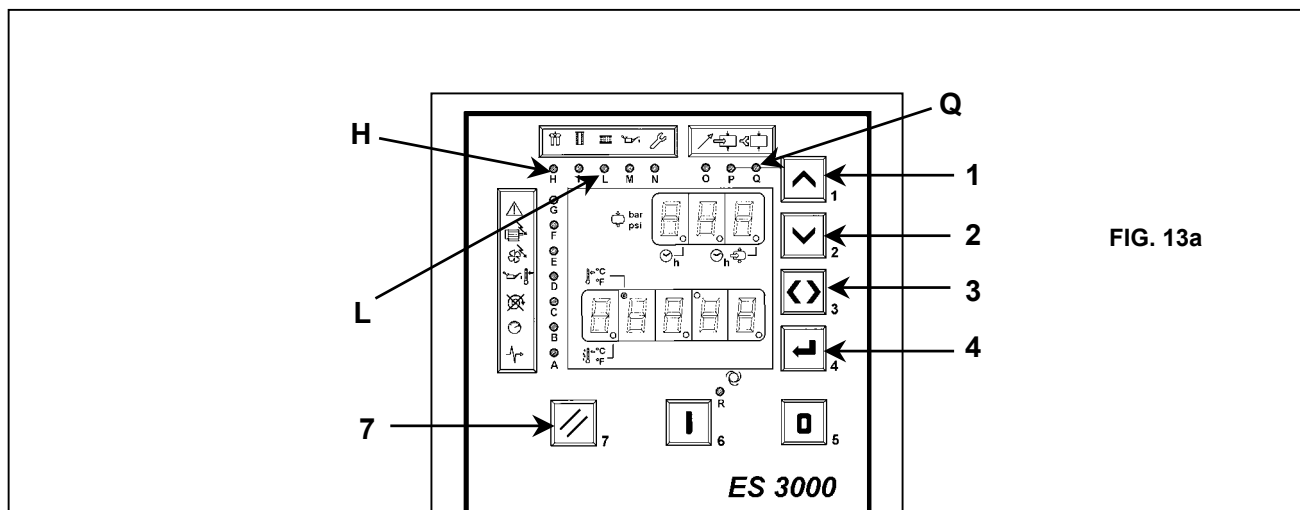

FIG. 13a
Para visualizar las horas totales de funcionamiento pulsar Ref. 3 Fig. 13a , Las horas de funcionamiento se indican en la pantalla inferior y a la izquierda de la pantalla superior se enciende un punto (led de confirmación).
Para visualizar las horas de funcionamiento en CARGA pulsar de nuevo Ref. 3 Fig. 13a y a la derecha de la pantalla superior se enciende un punto (led de confirmación).
- Pulsar el botón Ref. 3 Fig. 13a para salir a la pantalla de visualización inicial.
Si se quiere reajustar un contador (por ejemplo Ref. L filtro aire) una vez efectuado el mantenimiento correspondiente, proceder como sigue: (véase Fig. 13a)
- 1) Pulsando el pulsador Ref. 1 Fig. 13a se enciende el led Ref. Q (parpadea). La máquina empieza a funcionar en VACÍO MANUAL.
- 2) Volviendo a pulsar el botón Ref. 1 Fig. 13a la máquina vuelve al ciclo automático.
- Mantener pulsado el botón 4 Fig. 13a algunos segundos hasta que aparezca “**P0**” (presión de descarga) en la pantalla superior: al mismo tiempo en la pantalla inferior aparece el valor de la presión de descarga en bar (8 o 10 o bien 13 bar).
- Pulsando el botón Ref. 1 Fig. 13a, en la pantalla superior, aparecerán, de forma secuencial, todos los parámetros de la tarjeta (**P0, P1, r2, t3, t4, C5, C6, C7**) mientras que en la pantalla inferior aparecerán los valores fijados para cada uno de los parámetros. Para salir de la visualización pulsar el botón Ref. 3 hasta que el punto luminoso de la pantalla se ponga en el símbolo.
- Mantener pulsado el botón Ref. 4 fig. 13a algunos segundos hasta que aparezca el parámetro “**P0**” en la pantalla superior.
- Pulsar el botón Ref. 1 Fig. 13a hasta localizar el parámetro “**r2**” (temperatura máxima).
- Pulsar el botón Ref. 4 Fig. 13a: el valor de la temperatura que se indica en la pantalla inferior parpadea.
- Pulsar el botón Ref. 2 Fig. 13a hasta el valor 95.
- Pulsar el botón Ref. 4 Fig. 13a para confirmar la modificación realizada; el valor 95 dejará de parpadear.
- Salir de la programación pulsando el botón Ref. 3 Fig. 13a.